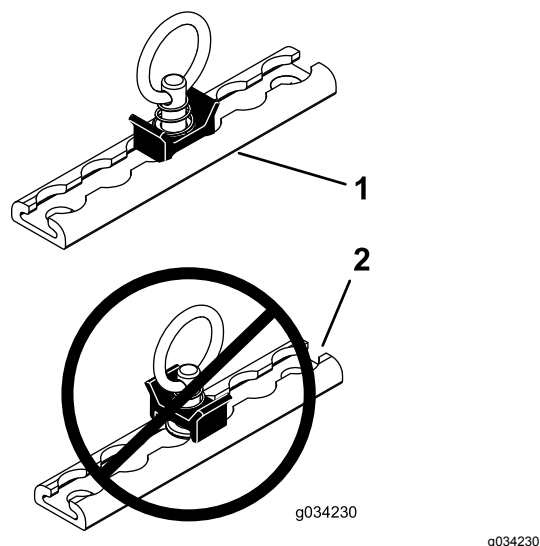

Figura 4
2. Instale e utilize o conjunto de anéis como se mostra na Figura 4.
2. Instale e utilize o conjunto de anéis utilizando dois parafusos de rosca fina e porcas de bloqueio (¼ pol.) como se mostra na Figura 4.